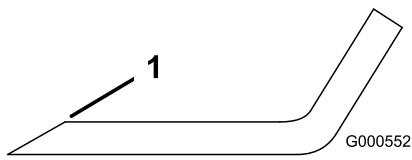
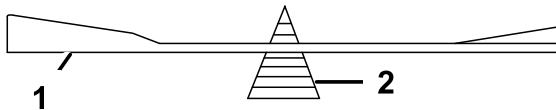

Figure 39
Figure 40
1. Au moyen d'une lime, aiguissez les tranchants aux deux extrémités de la lame (Figure 39) en veillant à conserver l'angle de coupe d'origine. Limez la même quantité de métal sur chacun des deux tranchants pour ne pas déséquilibrer la lame.
2. Vérifiez l'équilibre de la lame en la plaçant sur un équilibreur (Figure 40). Si la lame reste horizontale, elle est équilibrée et peut être utilisée. Si la lame est déséquilibrée, limez un peu l'extrémité de la partie incurvée seulement (Figure 39). Répétez la procédure jusqu'à ce que la lame soit équilibrée.